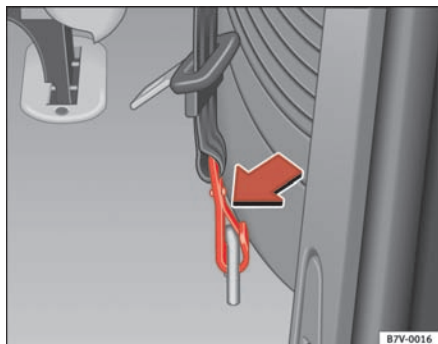

Fig. 18 Holder med karabinhage til frakobling af sikkerhedssele
- Skub karabinhagen ⇒ fig. 18 i pilens retning, og tag den af ved at trække nedad.